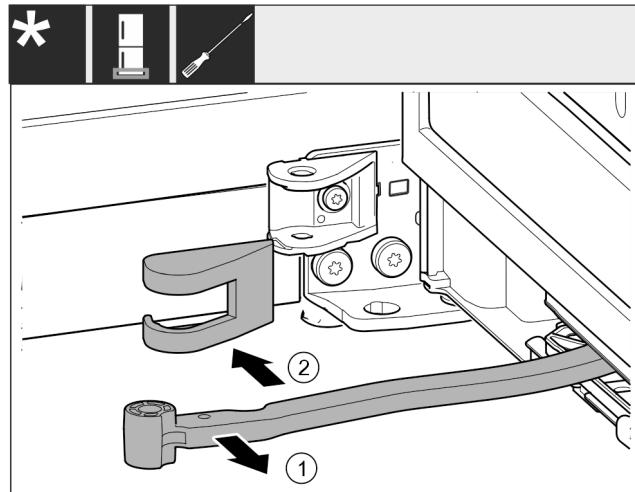

Fig. 14
- Gelenk in Richtung Tür drehen. Fig. 14 (1)
- Lagerbockabdeckung entfernen. Fig. 14 (2)